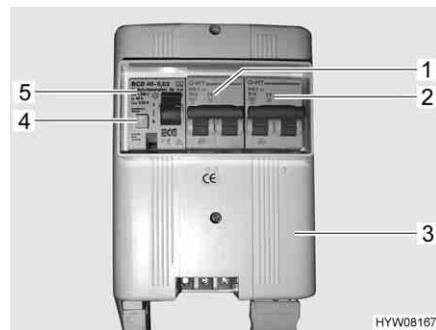

Fig. 125 Scatola dei fusibili a 230 V con interruttore di sicurezza e interruttore automatico FI
Un interruttore di sicurezza per correnti di guasto (interruttore automatico FI) (Fig. 125,5) nella scatola dei fusibili (Fig. 125,3) protegge l'intero veicolo da correnti di guasto (0,03 A).
L'interruttore di sicurezza collegato in serie (10 A) (Fig. 125,1) protegge le prese da 230 V, la centralina elettrica, il caricabatteria supplementare e il frigorifero.
Per veicoli con accessori opzionali, p. es. il riscaldamento ad aria calda con riscaldatore elettrico a immersione o l'impianto di climatizzazione a tetto, un ulteriore interruttore di sicurezza (16 A) (Fig. 125,2) protegge l'apparecchio.
■ Se il veicolo è collegato all'alimentazione a 230 V, premere il tasto di controllo (Fig. 125,4). L'interruttore di sicurezza per correnti di guasto (FI) deve scattare.